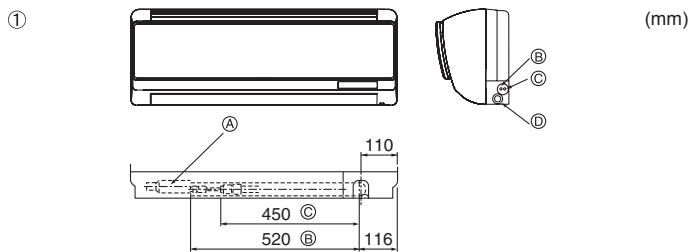

Fig. 4-2
- ① Anordnung der Kältemittel- und Ablassrohrleitungen (Fig. 4-2)